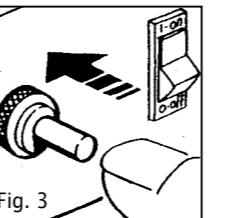

Fig. 3
- Den Knopf des Gasvents drücken und mehrmals auch den der Piezozündung bis der Brenner anspringt. (Abb. 3 - 4)